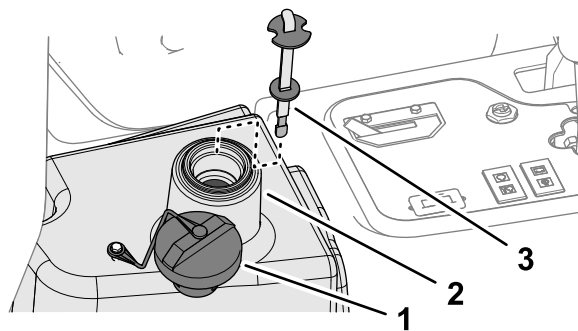

図 88
2. 油圧オイルタンクの注油口周辺をきれいに拭き、キャップ **図 88** を外す。